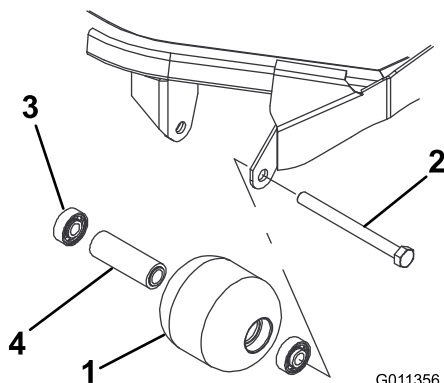

Figura 63
1. Retire el perno de montaje del rodillo (Figura 63).
4. Inspeccione el alojamiento del rodillo, los cojinetes, y el espaciador del cojinete (Figura 63) Sustituya cualquier componente dañado y móntelos.
1. Introduzca a presión el primer cojinete en el alojamiento del rodillo (Figura 63). Haga presión solamente sobre el anillo de rodadura exterior, o de forma igual sobre el anillo exterior y el interior.
2. Introduzca el espaciador (Figura 63).
3. Introduzca a presión el segundo cojinete en el alojamiento del rodillo (Figura 63). Presione de manera uniforme sobre el anillo de rodadura interior y el exterior hasta que el anillo de rodadura interior entre en contacto con el espaciador.